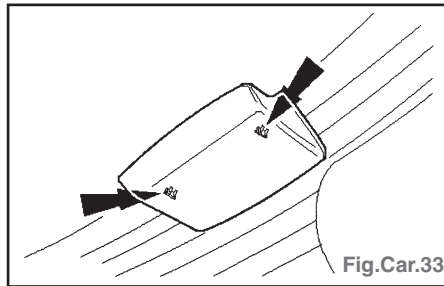

Fig.Car.33
- Déposer le couvercle de troisième feu stop (Fig.Car.33).